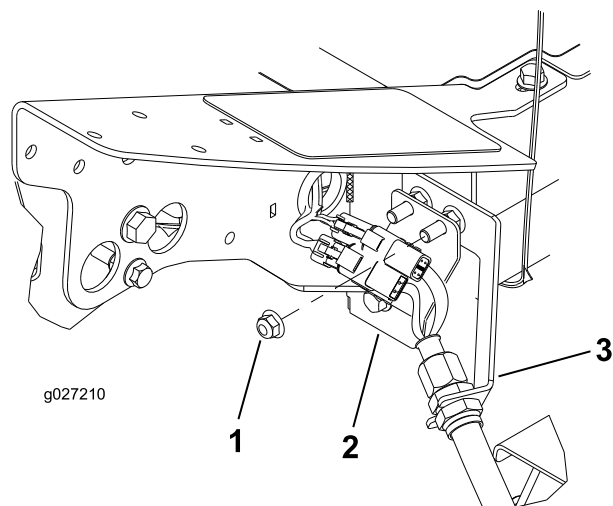

Рисунок 11
1. В переднем левом углу рамы (расположение режущего блока №4) отверните дополнительную гайку с фланцевой головкой с болта крепления кронштейна перегородки к машине (Рисунок 11).
3. Установите пластину с соединителями на монтажные болты перегородки в таком положении, как показано на Рисунок 11.